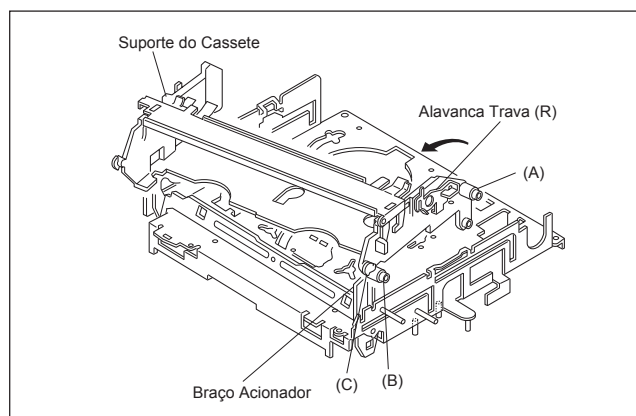

Fig.2-2-3g
- (3) Segure o braço de acionamento para cima e encaixe a perna (C) no lado direito do suporte do cassete na fenda. (Veja Fig. 2-2-3g)
- (4) Enquanto movimenta a alavanca (R) do suporte do cassete na direção frontal, coloque as pernas (A) e (B) no trilho (Veja Fig. 2-2-3g).